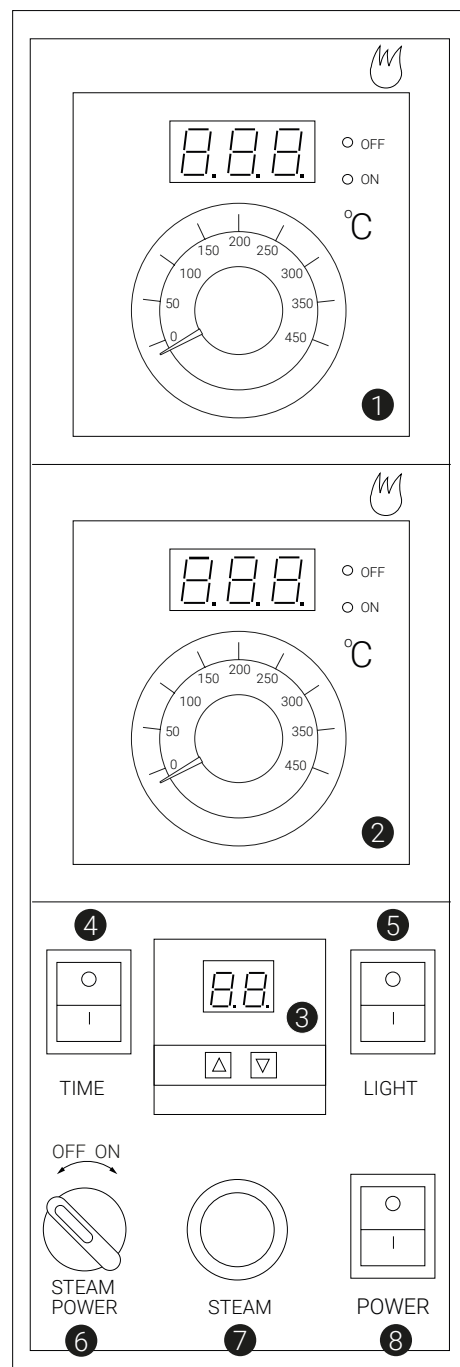

Рис. 4
5.1.2. Панель управления (рис. 4).